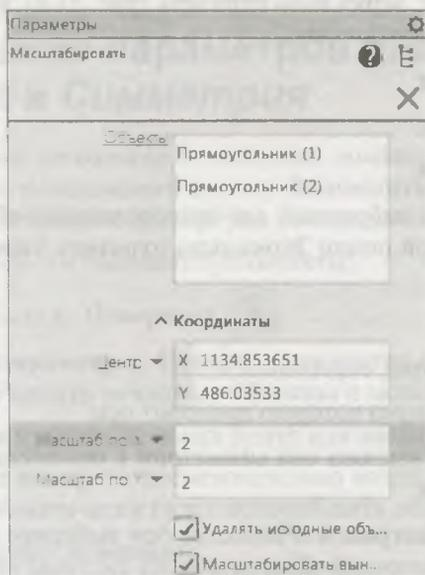

Рис. 11.6. Панель **Параметры: Масштабировать**
- ♦ щелкните ЛК мыши по кнопке **Масштабирование**. На панели **Параметры: Масштабировать** (рис. 11.6) появились элементы управления: